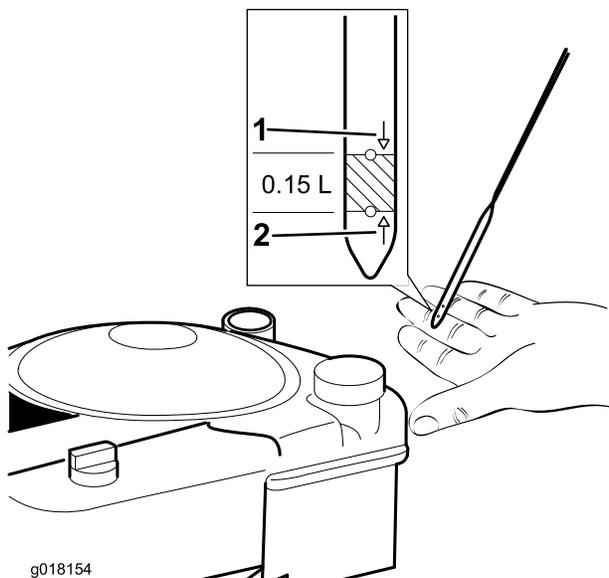

Figure 10
3. Si le niveau est trop bas, versez **lentement** de l'huile dans le tube de remplissage, attendez 3 minutes puis vérifiez le niveau d'huile sur la jauge en l'essuyant sur un chiffon propre et en l'insérant dans le tube (Figure 10).
4. Versez de l'huile dans le carter moteur jusqu'à ce que la jauge indique le niveau correct, comme montré à la Figure 10. Si vous remplissez excessivement le carter moteur, vidangez l'excédent d'huile comme expliqué sous Contrôle du niveau d'huile moteur (page 12).